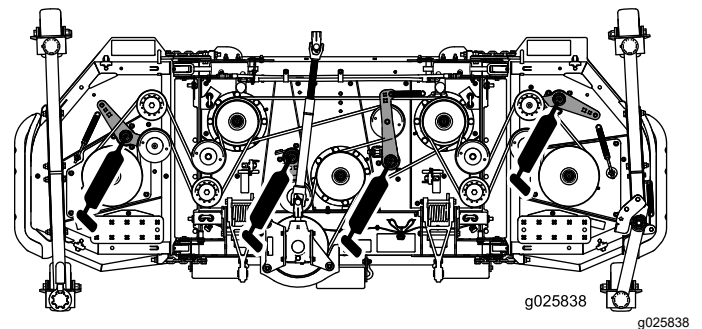

Figura 17
- Perni del braccio di rinvio (4) (Figura 17)